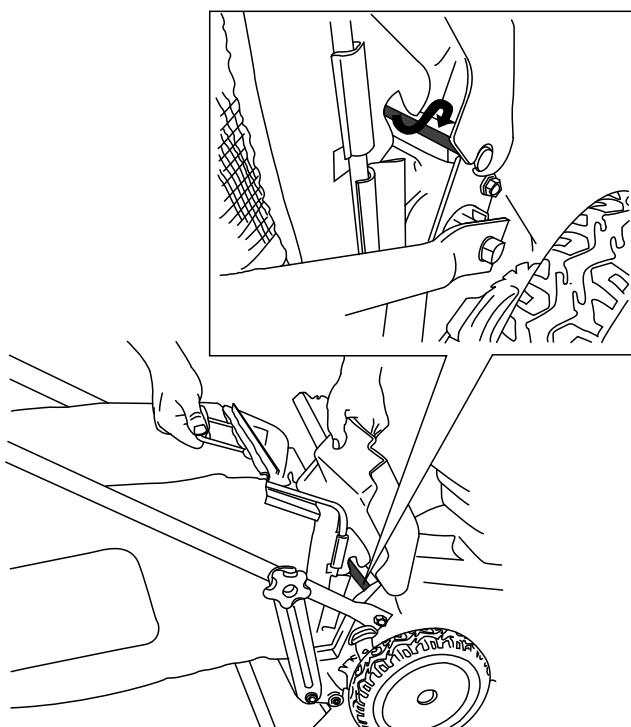

Figura 25
- Instale la bolsa sobre la varilla de la puerta (Figura 25).